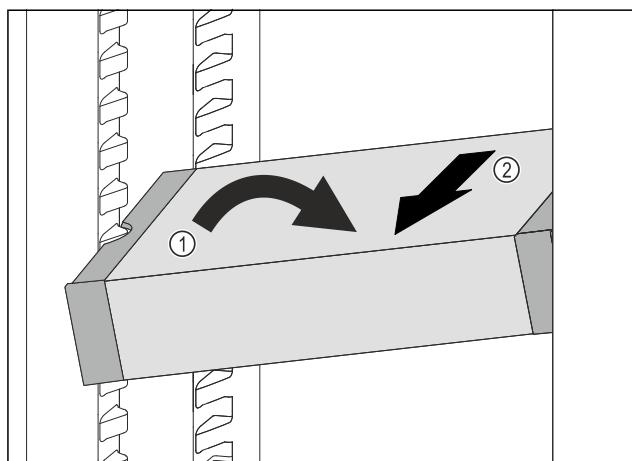

Fig. 41
- Расположите VarioSafe в холодильном отделении под наклоном. Fig. 41 (1)
- Извлеките VarioSafe движением вперед. Fig. 41 (2)